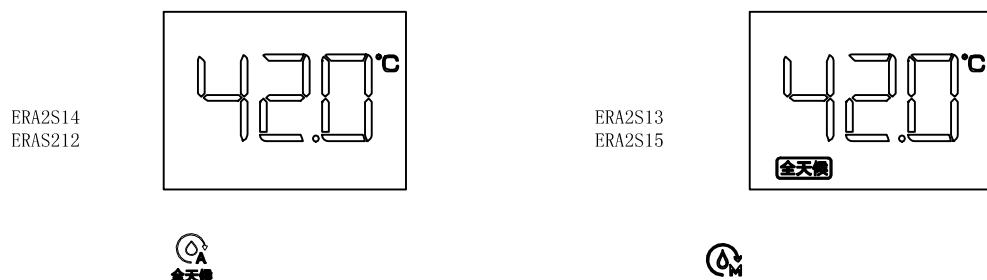

图30
1. 全天候模式(如图30): 当用户进入到全天模式后。系统会全天候24小时根据用户设定的保温温度与循环管内的温度变化情况适时启动水泵并点火加热, 当循环管路内的水温达到保温温度时, 热水器停止加热。若要取消全天候模式, 用户可通过按下对应的“”, “”按键来切换到其他模式或者退出全天候模式。